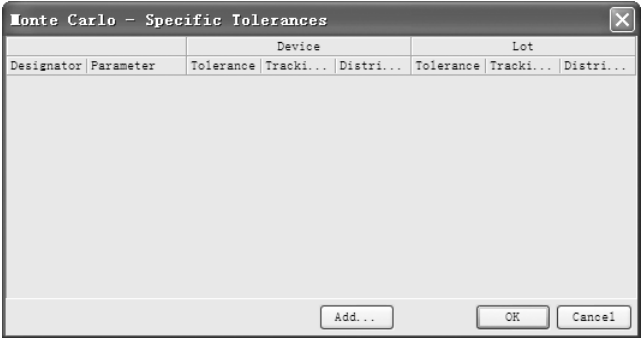

图 12-16 特定容差设置对话框
- **Specific Tolerances**: 特定元器件的容差, 用于定义一个新的特定容差, 单击后面的 **0 defined...** 按钮, 将打开如图 12-16 所示的对话框。